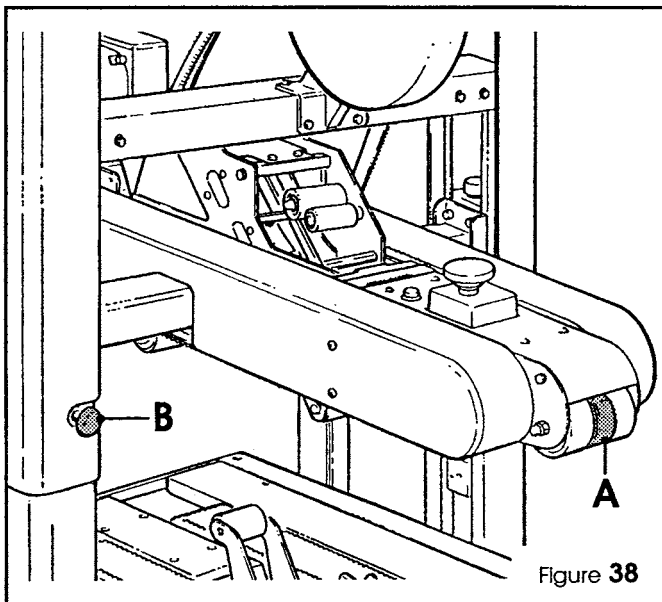

Figure 38
1. Houd de schakelknop **A**, die de bovenaandrijfgroep omhoogtilt, ingedrukt terwijl deze zijn hoogste stand bereikt (zie figure 38).